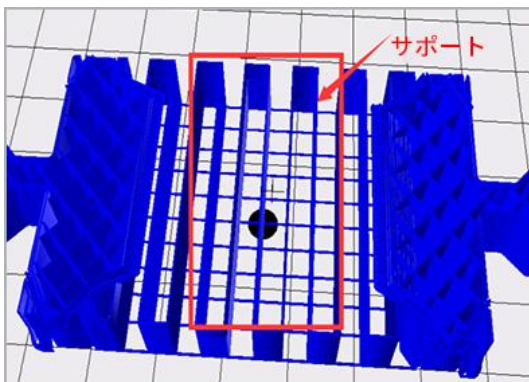
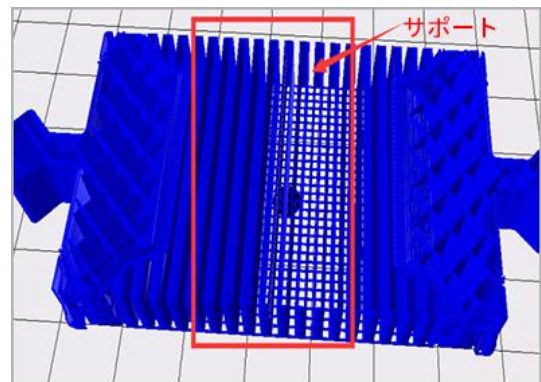

図 22, 10% のサポート充填率
図 23, 30% のサポート充填率
(3)サポート充填率（%）：つまり、サポートの充填率であり、隣接するサポートフィルライン間の距離を決定し、値が大きいほど、トレースが近くなり、サポート構造が密集になります。充填率が高いほど、サポート強度が高くなり、サポートがしっかりしているほど、モデルをサポートしやすくなりますが、取り外しが難しくなります。充填率が低いほど、サポート強度が低くなり、サポートを除去しやすいが、モデルへのサポート能力が低下します。図 22 と図 23 は、それぞれ 10% のサポート充填率と 30% のサポート充填率の場合を示しており、30% のサポート充填率のサポート構造は、10% のサポート充填率のサポート構造よりもはるかに密度が高いことがはっきりとわかります。